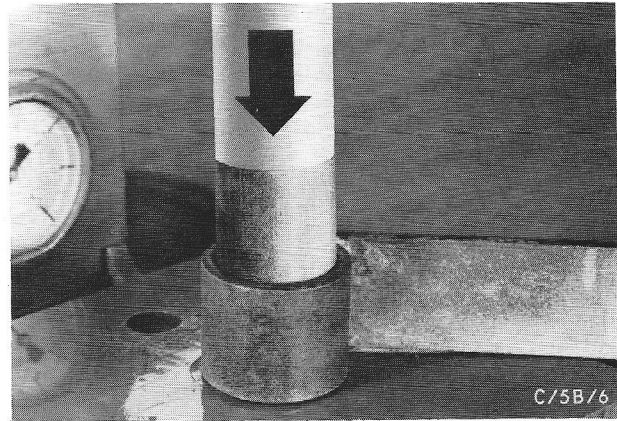

Fig.142 Pers de bus in of uit het veeroog.
3. Pers met een geschikt stuk pijp de bussen uit het voorste en achterste veeroog (fig.142).